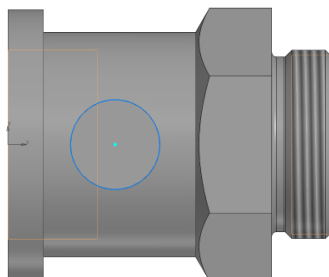

Рис. 16 Эскиз для создания резьбового отверстия G3/8
- **Инструменты эскиза – Геометрия – Точка.** Параметры команды Точка: геометрические ограничения – Объединить точку с началом координат (рис. 16).